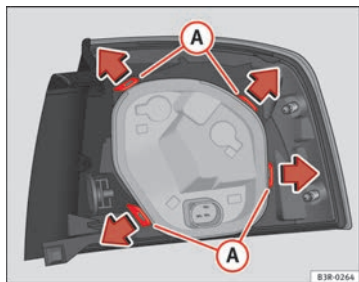

Abb. 222 Befestigungsglaschen Rückseite Heckleuchte
- Entriegeln Sie die Befestigungsglaschen (A) ⇒ Abb. 222.
- Heben Sie den Lampenträger in Pfeilrichtung (B) ab.